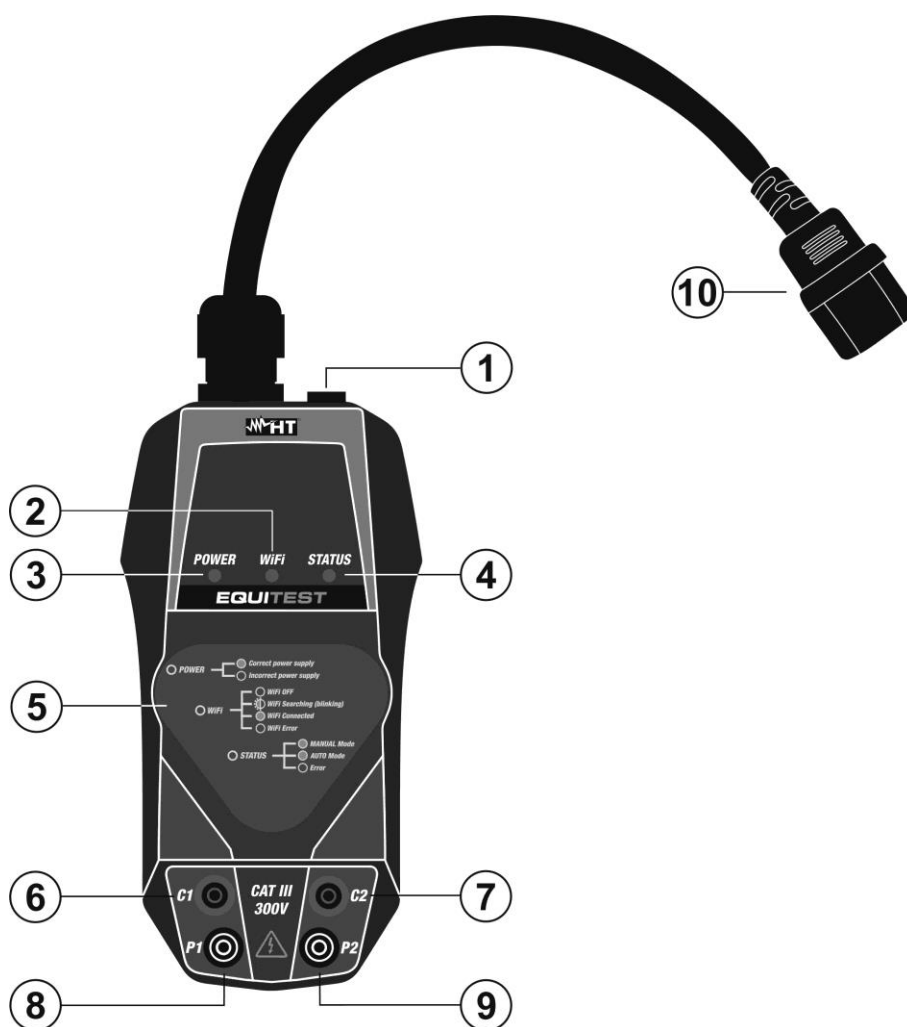
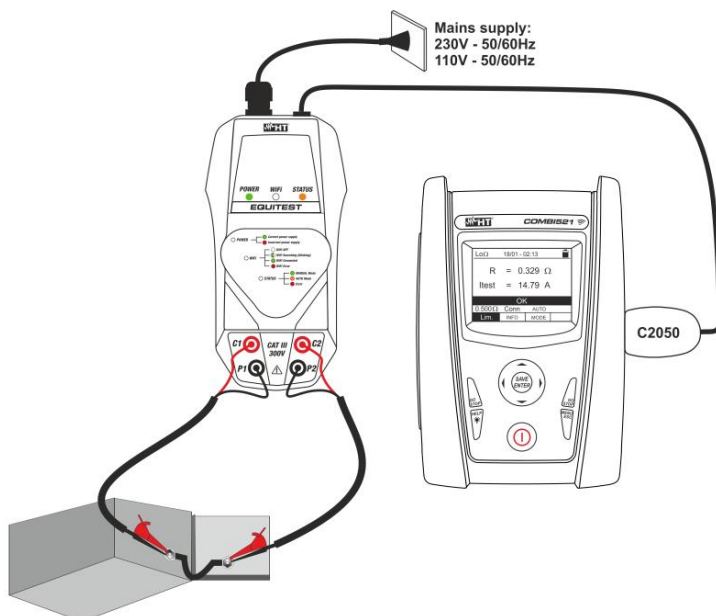

Fig. 1 Descrizione dello strumento
Fig. 3 Uso dello strumento con unità MASTER
- Collegare Lo strumento all'alimentazione tramite il cavo di rete fornito in dotazione (vedere Fig.1 – parte 10). Il LED **POWER** è acceso in colore **verde fisso** a identificare la corretta tensione di alimentazione, il LED **STATUS** è acceso in colore **verde fisso** a identificare il funzionamento **in modo Manuale** (vedere manuale d'uso dello strumento MASTER), il LED **WiFi** è acceso in colore **verde lampeggiante** a identificare che lo strumento sta cercando di eseguire (se disponibile) un collegamento WiFi con un dispositivo mobile esterno tramite APP **HT Equitest** (vedere § 5.2) e non ha alcuna funzionalità nel collegamento con lo strumento MASTER
- Collegare Lo strumento allo strumento MASTER (vedere Fig.3) tramite il cavo **C2050** fornito in dotazione (vedere Fig.1– parte 1)
- Collegare i due cavi neri del set di cavi **C7000** alle boccole di ingresso **P1** e **P2** e i due cavi rossi alle boccole di ingresso **C1** e **C2** (vedere Fig.3)
5. Collegare i terminali a coccodrillo del set di cavi **C7000** alle estremità dell'oggetto in prova (vedere Fig.3)
7. Con selezione del **modo Automatico** sullo strumento MASTER (misura attivata senza uso del tasto **GO/STOP**) verificare che il LED **STATUS** sia acceso in colore **arancio fisso** e collegare i terminali a coccodrillo alle estremità dell'oggetto in prova (vedere Fig. 3) per attivare automaticamente il test
- Collegare lo strumento all'alimentazione tramite il cavo di rete fornito in dotazione (vedere Fig.1 – parte 10). Il LED **POWER** è acceso in colore **verde fisso** a identificare la corretta tensione di alimentazione, il LED **STATUS** è acceso in colore **verde fisso** a identificare il funzionamento **in modo Manuale**